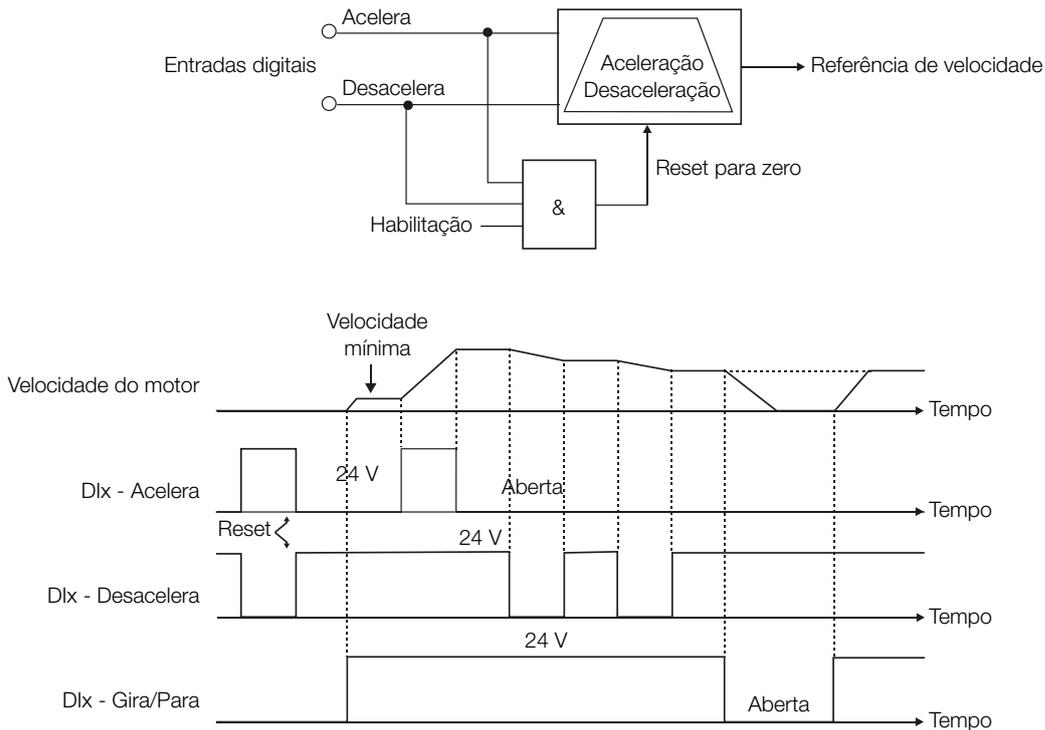

Figura 5.36 – (a) a (l) - Detalhes sobre o funcionamento das funções das entradas digitais
- A função **‘Potenciômetro Eletrônico’** (E.P.) permite que a referência de velocidade seja ajustada por meio de 2 entradas digitais (uma para incrementá-la e a outra para decrementá-la). Para habilitar essa função, deve-se primeiramente configurar a referência de velocidade via E.P., fazendo P0221 = 7 e/ou P0222 = 7. Após habilitada esta função, basta programar DI3 ou DI5 (P0265 ou P0267 = 5) e DI4 ou DI6 (P0266 ou P0268 = 5). O funcionamento desta função pode ser observado na Figura 5.36 na página 5-60. É importante ressaltar que o incremento da referência é feito com a aplicação de 24 V nas entradas digitais, enquanto o decremento é feito com a aplicação do nível 0 V. Para resetar a referência para zero, deve-se aplicar 24 V na entrada “acelera” e 0 V na entrada “desacelera” simultaneamente com o inversor desabilitado. Desta forma: